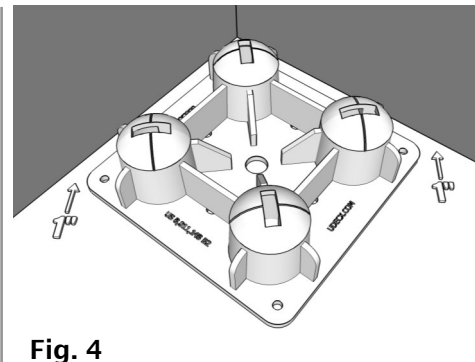

Fig. 4
Si Ud. planea instalar junto a un edificio o estructura de cualquier tipo, coloque la orilla del primer Pier (A) a 1" (una pulgada) de la pared exterior. (Fig. 4)